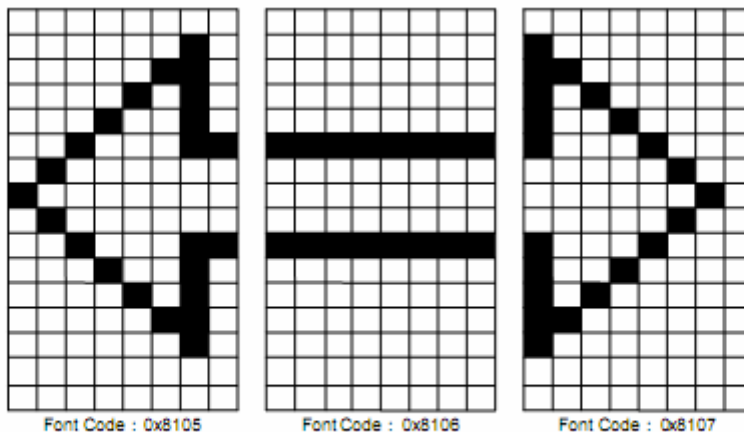

图 6-56：范例程序（4）使用的自创符号字型码
- ◆ 当数据写进DDRAM里的第一个地址为（0，0）时，此符号的字型码为 0x8000、0x8001 和 0x8002。如下方图 6-56 所示。
LCD_DataWrite(0x02);       // Show as 图 6-56